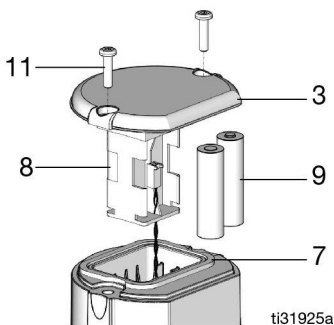

FIG. 10
1. Rimuovere due viti (11) e il coperchio (3) (Fig. 10).
2. Tirare con attenzione il vano batterie (8) estraendolo dal TLM quanto basta per montare le batterie (Fig. 10).